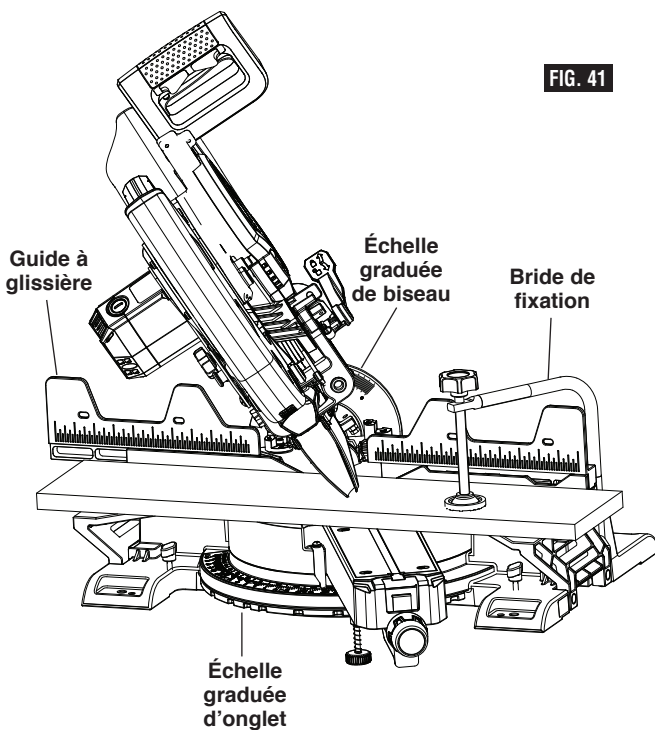

FIG. 41
2. Positionnez correctement l'ouvrage et assurez-vous qu'il est assujéti fermement par une bride contre la table et le guide (figure 41).